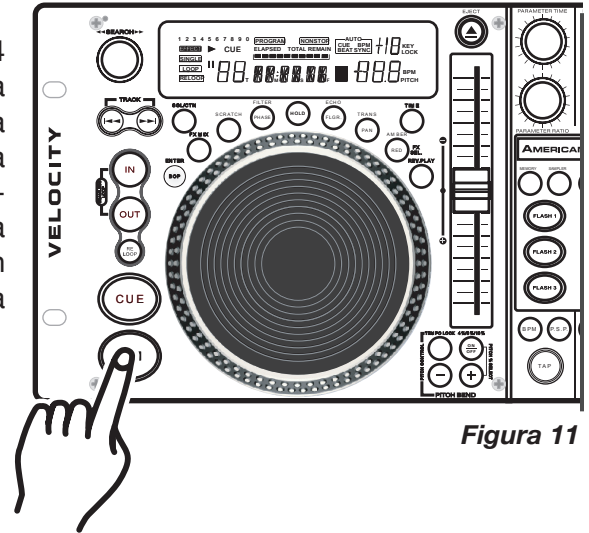
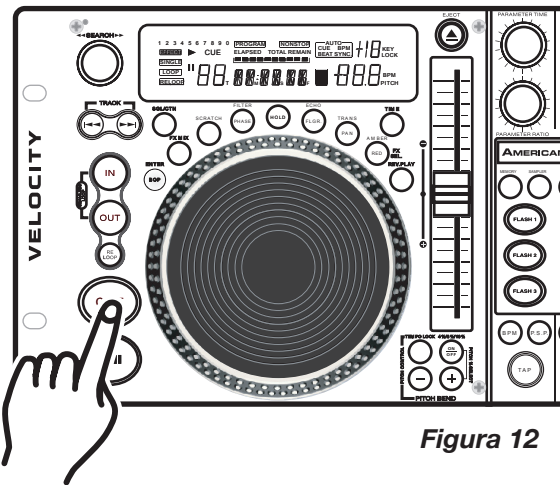

Figura 11
Figura 12
### 3. INICIO DE LA REPRODUCCIÓN - Figura 11
### 6. PAUSA - Figura 11
Esta función permite pasar una pista cuadro por cuadro y así encontrar y establecer un punto de referencia, muestra o rulo. Para emplear esta alternativa primero se debe pasar a modo de pausa (ver sección 5) o modo de referencia (ver sección 9) y a continuación girar la rueda de búsqueda JOG WHEEL (23) para desplazarse a través de una pista (Figura 13). Al girar la rueda en el sentido de las agujas del reloj, la búsqueda por cuadros se realiza hacia adelante; por el contrario, si la rueda se gira en sentido inverso al de las agujas del reloj, la búsqueda por cuadros se realiza hacia atrás. Cuando se utiliza la rueda de búsqueda (20), la función de monitoreo (nivel de auricular) permite oír los cuadros que se van pasando. Una vez encontrado el punto de inicio deseado, puede establecerse un punto de referencia (inicial) presionando el BOTÓN PLAY/PAUSE (22), como se indica en la Figura 11. Al pulsar el BOTÓN CUE (21), como se ilustra en la Figura 12, se vuelve al punto inicial que acababa de fijarse.